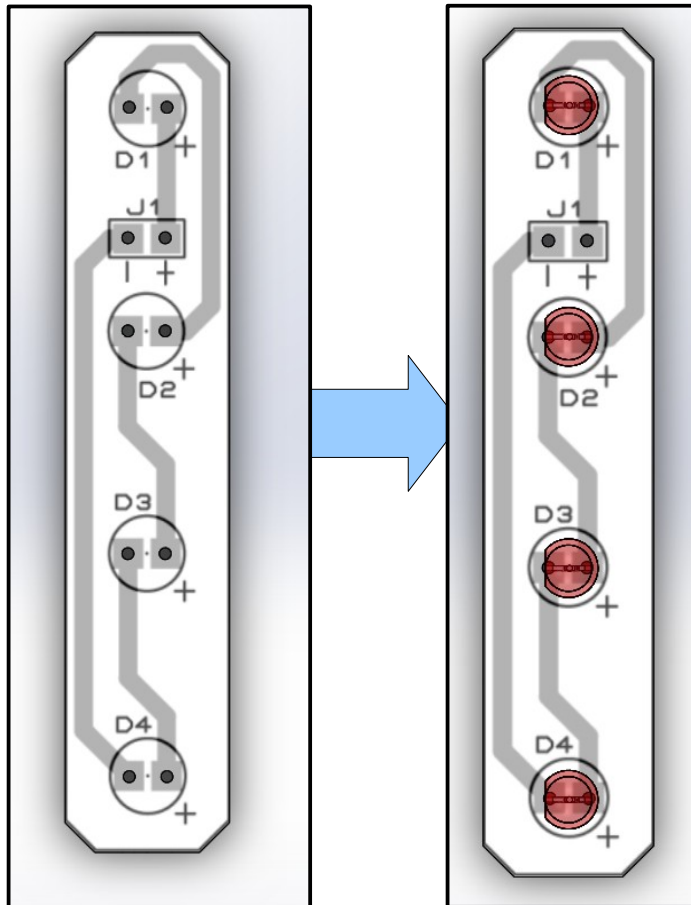

Figure 1
- **Etape 1** : Implanter les LED en respectant les polarités comme montré figure 1. La patte la plus longue représente l'anode donc le +.